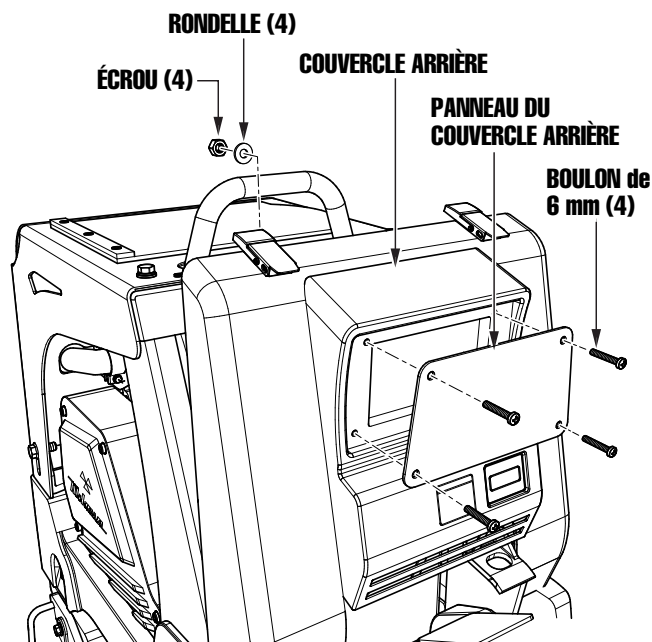

Figure 10. Retrait du panneau du couvercle arrière
2. Retirer les quatre boulons de 6 mm, les écrous et les rondelles qui fixent le panneau du couvercle arrière au couvercle arrière, et les mettre de côté (Figure 10). Écarter le panneau du couvercle arrière.